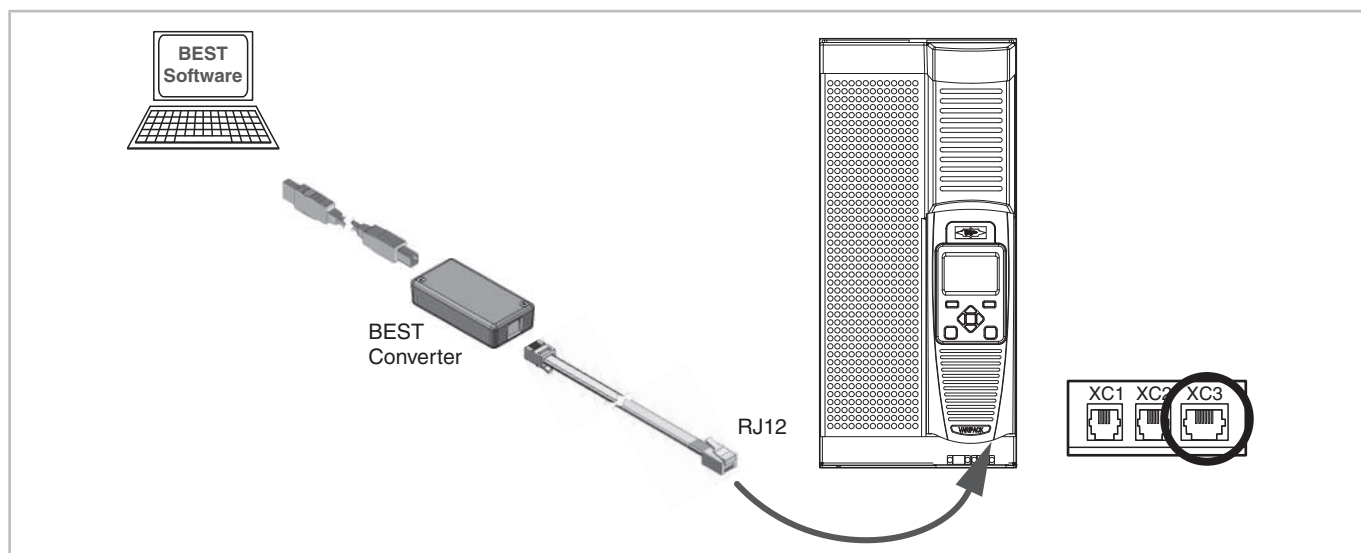

Fig. 25: Connecter le VARIPACK à un PC/terminal mobile via le convertisseur d'interface BEST et un câble RJ12
- Enficher le convertisseur d'interface BEST avec le câble RJ12 dans la douille de droite (XC3) sur la face inférieure de l'extension d'interface du CF VARIPACK (voir figure 25, page 120).